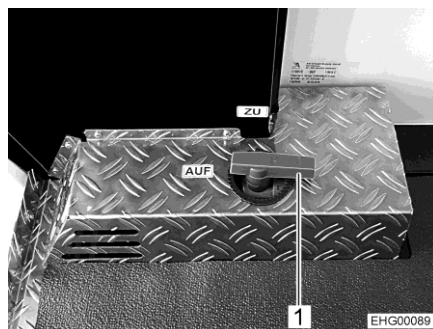

Fig. 195 Levier de commande (robinet de vidange)
Le levier de commande (Fig. 195,1) servant à éliminer les eaux usées se trouve dans le garage arrière. Le tuyau de purge avec raccord pour tuyau d'évacuation se trouve sous le véhicule.
- Ouvrir le robinet de vidange. Tourner pour ce faire le levier de commande (Fig. 195,1) sur la position "AUF" (ouvert). Les eaux usées s'écoulent.
- Refermer le robinet de vidange une fois que les eaux usées se sont complètement écoulées. Tourner pour ce faire le levier de commande (Fig. 195,1) sur la position "ZU" (fermé).